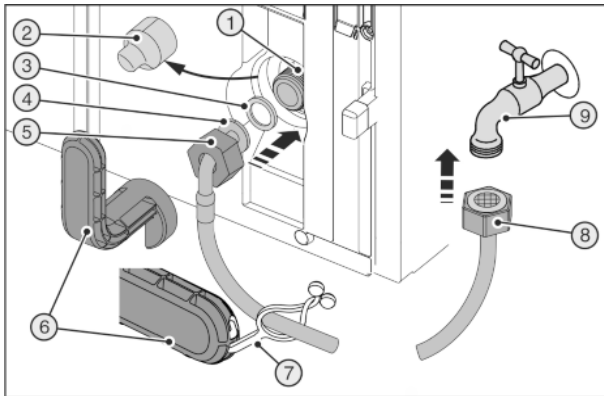
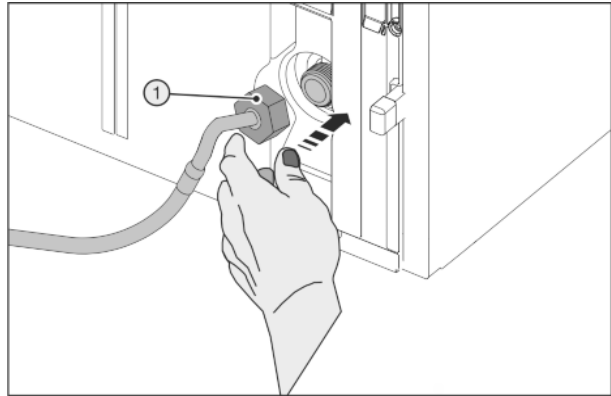

Fig. 28
Fig. 29
Зламаний допоміжний інструмент Fig. 28 (6)
- ▶ Допоміжний інструмент Fig. 28 (6) використовувати тільки при кімнатній температурі.
- ▶ Зніміть кришку Fig. 28 (2).
- ▶ Полегшений монтаж: Викласти прямий кінець шлангу Fig. 28 (8) ліворуч на землю.
- ▶ Насуньте гайку Fig. 28 (5) до кінця через кінець шлангу, розташований під кутом Fig. 28 (4) та утримуйте.
- ▶ Зволожити прокладку Fig. 28 (3) та втиснути в гайку Fig. 28 (5).
- ▷ Прокладка Fig. 28 (3) прилягає та троху тримається.
- ▶ Обережно одягти гайку Fig. 29 (1) і накрутити двома пальцями на нарізку до досягнення надійної посадки.
- ▶ Затягувати гайку Fig. 29 (1) за допомогою допоміжного інструменту Fig. 28 (6) за годинниковою стрілкою, доки не буде досягнуто максимального моменту затяжки і допоміжний інструмент Fig. 28 (6) не почне прокручуватися.
- ▶ Накрутити гайку Fig. 28 (8) на запірний кран Fig. 28 (9).
- ▶ Затягувати гайку Fig. 28 (8) за допомогою допоміжного інструменту Fig. 28 (6) за годинниковою стрілкою, доки не буде досягнуто максимального моменту затяжки і допоміжний інструмент Fig. 28 (6) не почне прокручуватися.
- ▶ Відкрийте запірний кран Fig. 28 (9) подачі води та перевірте всю систему подачі води на герметичність.
- ▶ Причепіть накладку Fig. 28 (7) в допоміжний інструмент Fig. 28 (6) і для зберігання закріпіть на шлангу із високоякісної сталі.